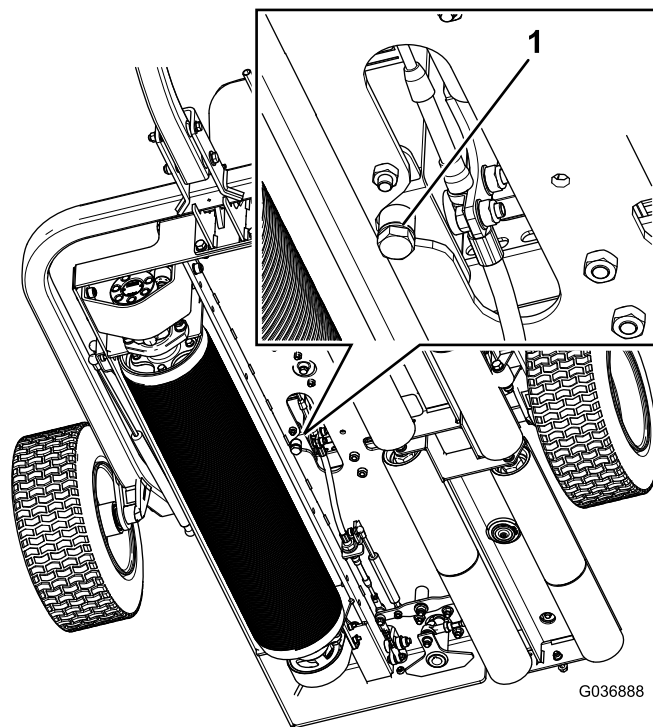

Figura 36
1. Coloque un recipiente debajo del tapón de vaciado del depósito hidráulico (Figura 36).
2. Retire el tapón de la parte inferior del depósito (Figura 36).